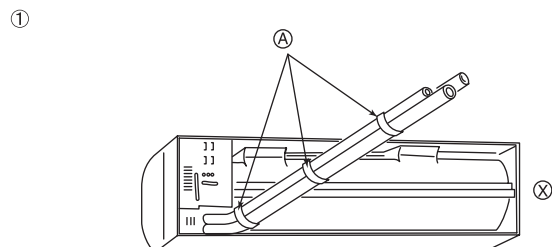

Fig. 3-4
① 将螺旋钉入孔洞中
② 通过从线的位置悬挂一个重锤和使线与标记对齐，可以很容易地找到水平。
① 背面的右下管道敷设 (Fig. 3-4)
① 乙烯基塑料带